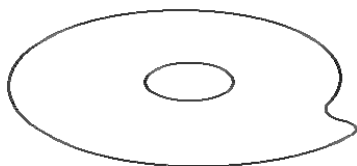

图 2-84 等角视图
2) 单击“打开”对话框中的“打开”按钮, 将该文件打开。在键盘上按等角视图的快捷键“F8”, 此时图形区显示等角视图, 如图 2-84 所示。